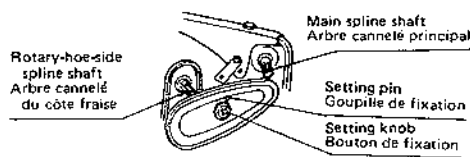

Fig. 6-2
- (1) Tenir de la main le carter de contre-chaîne aux deux extrémités et installer un pignon sur l'arbre cannelé de la fraise.
- (2) Rechercher la position correspondante sur la cannelure de l'arbre principal et sur l'autre pignon en tournant de la main ou du pied les couteaux de la fraise. Quand la cannelure et le pignon sont emboîtés, frapper sur les deux extrémités du carter pour que les arbres cannelés s'engagent à fond sur le pignon. Dans ce cas, une insertion parallèle est très importante.
- (3) Serrer le boulon de blocage et le verrouiller avec la goupille. (Fig. 6-2)